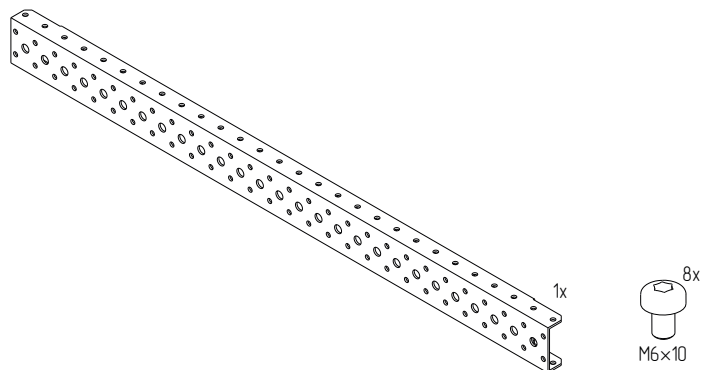

Рисунок 81
4.28.2 Проверить комплектность (рисунок 81).